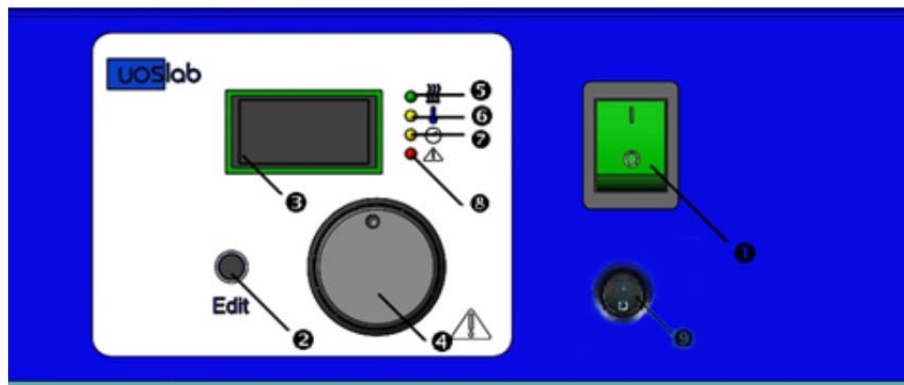

Рис. 1
5.1.1 Баня оснащена електронним контролером, що містить цифровий дисплей, індикатор нагріву, кнопку переходу в режим редагування програми, регулятор з кнопкою та вимикачем живлення (рис. 1):